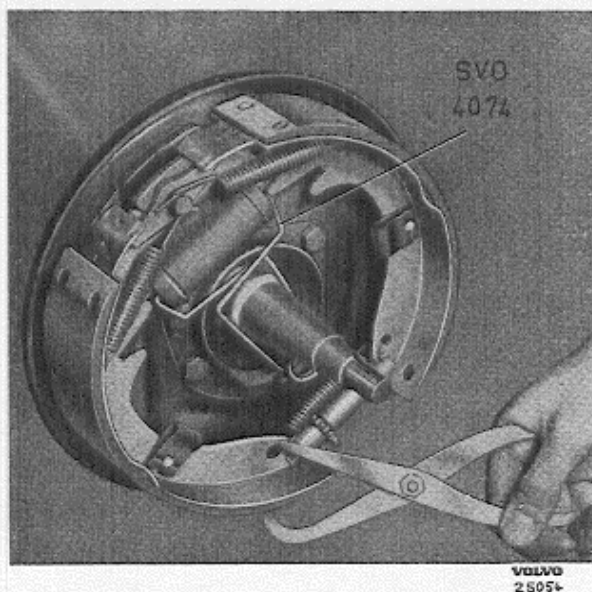
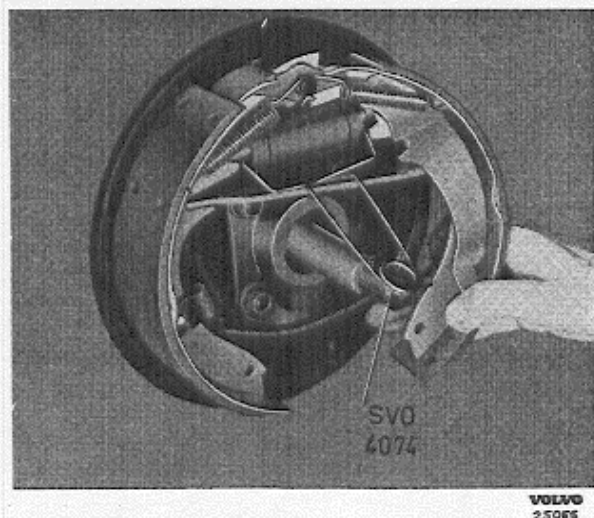

Abb. 30. Ausbau der Sicherungsfeder.
Abb. 31. Ausbau der Bremsbacken.
- Entsprechend Abb. 30 wird die Klammer SVO 4074 so angebracht, daß die Kolben im Radbremszylinder nicht herausgepreßt werden. Wie man die Bremsbacken ausbaut, hängt davon ab, welches Werkzeug angewandt wird.
Mit Hilfe der Bremsfederzange werden die Sicherungsfedern, wie Abb. 30 zeigt, abgehakt. Die Backen werden auseinandergedrückt und die Einstellvorrichtung herausgenommen. Den Führungsbolzen auf der Rückseite des Bremsträgers festhalten und die Sicherungskammern abnehmen. Den einen E Backen so weit nach außen drücken, bis die Druckstange vom Drahtbremszylinder freigeht, (Abb. 31). Danach den Backen wieder einwärts kippen, bis die Rückholfeder abgenommen und der Backen entfernt werden kann. Ebenso wird der andere Backen ausgebaut.
Mit Hilfe der Bremsfederzange hakt man die Sicherungsfedern ab, vergleiche Abb. 30. Die Backen auseinanderziehen und die Einstellvorrichtung entfernen. Auf der Rückseite des Bremsträgers den Führungsbolzen festhalten und die Sicherungsklammer für den hinteren Backen herausnehmen. Den Backen nach außen drücken, bis die Druckstange des Radbremszylinders sowie der Handbremshebel freigeht. Den Backen danach wieder zurückkippen, bis die Rückholfeder abgekoppelt und der Backen entfernt werden kann. Die anderen Backen entsprechend ausbauen.